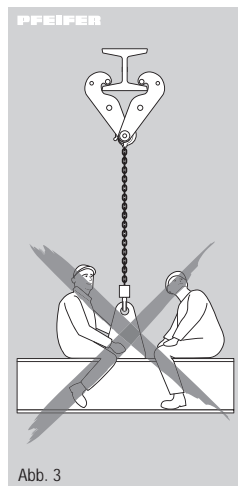

Abb. 3
- Die Benutzung der Trägerklemme zum Transport von Personen ist verboten (Abb. 3).